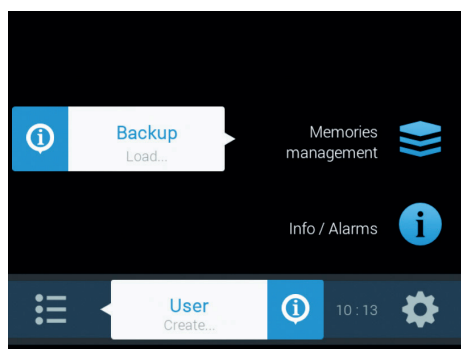
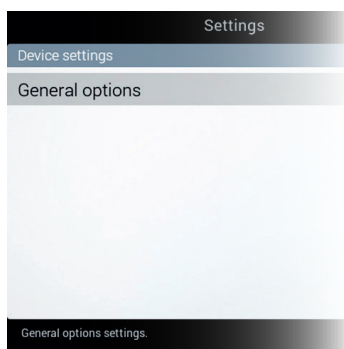

Fig. 4
Fig. 5
Efter att först ha satt på datorn, efter programvaruversion, visar datorn "Home"-skärmen (Fig. 4). Ställ in språk.
- På "Home"-skärmen (Fig. 4) tryck **FB** för att komma in i menyn **Settings** (Fig. 5).